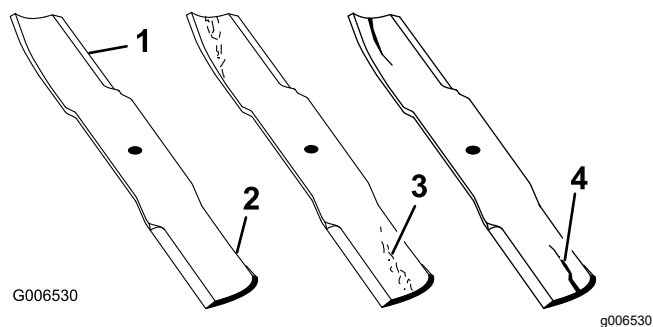

Figura 71
1. Inspectai marginile de tăiere (Figura 71).
4. Dacă observați orice crăpături, urme de uzură sau formarea unei fante în această zonă, instalați imediat o lamă nouă (Figura 71).